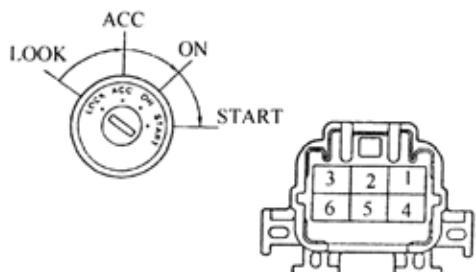

图 9-255
(2) 检查点火或起动开关总成，如图 9-255 所示，其标准应符合表 9-117 所示要求。